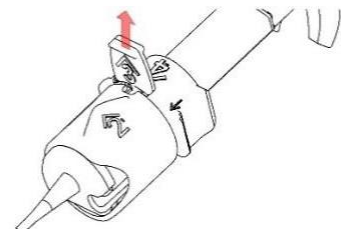

Abb. 2b
- Entfernen Sie den mit '3' gekennzeichneten roten Stopper, in dem Sie diesen nach oben herausziehen (Abb. 2b) und entsorgen Sie ihn.